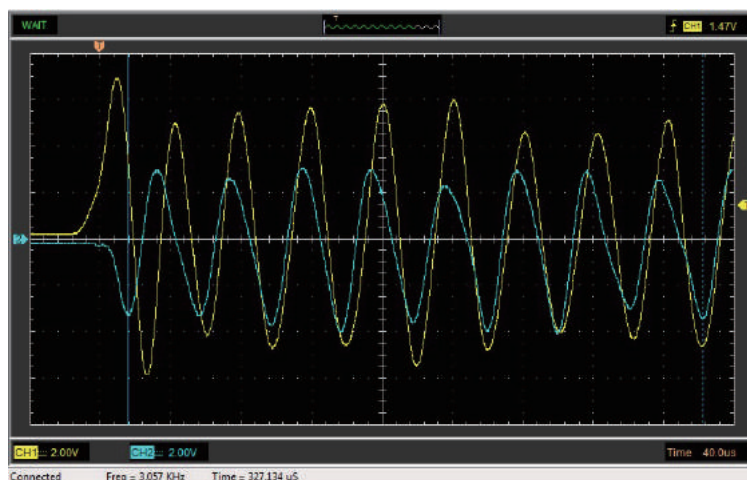

図2: L=100mmステンスロッドの入射端(黄色)と反射端(水色)
5. ロッドが長いと入射波と戻ってきた反射波は明確に分離できますが、短いロッドでは入射波と反射波は重なり合い、定在波を形成します(図2、100mmのステンスロッド)